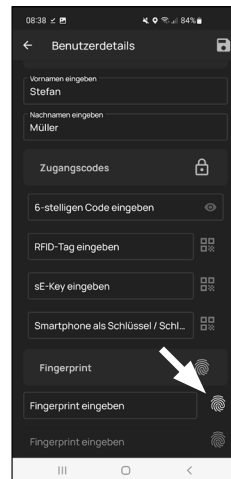

Fig. 5
- 7 Se si dispone di una tastiera per impronte digitali a impronte digitali (ad es. *ENTRY 7712 FP*), è possibile memorizzare un dito come mezzo di apertura in questo paragrafo. Le istruzioni per l'impostazione sono riportate nelle istruzioni del rispettivo articolo (Fig. 5).